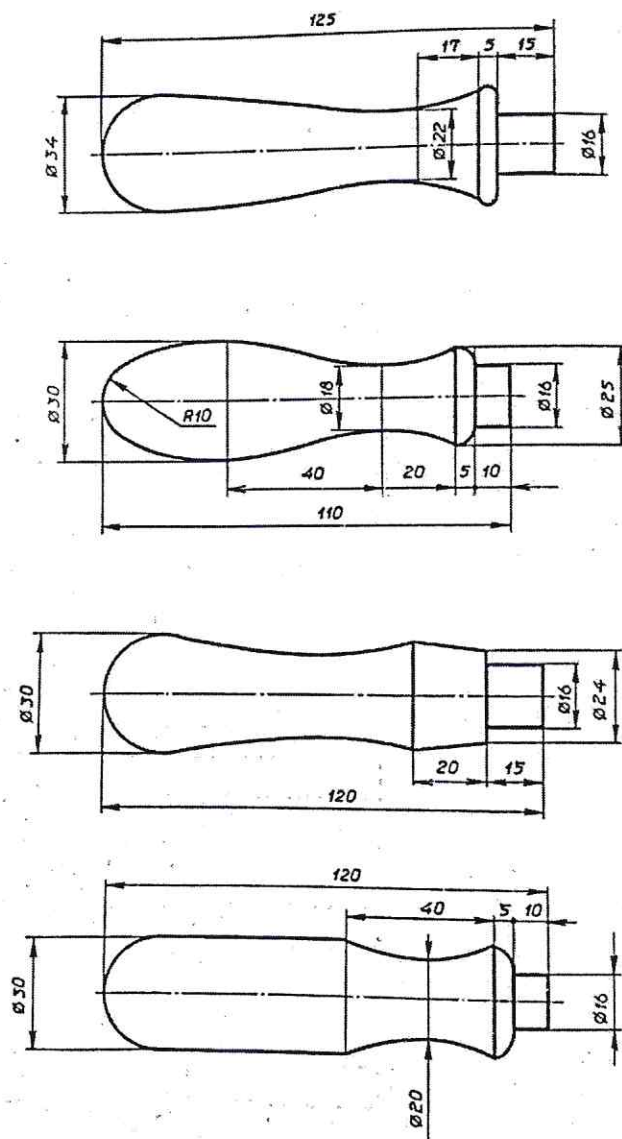

Рис. 1. Варианты исполнения ручки для инструмента
1. По указанным данным, в *М 1:1* разработайте чертёж ручки для инструмента (Рис.1). Чертёж оформляйте на формате А4, с указанием рамки и основной надписи.
2. Форму ручки выберете из представленных ниже (Рис. 1).
1. По указанным данным, в М 1:1 разработайте чертеж крючка (Рис.1). Чертеж оформляйте на формате А4, с указанием рамки и основной надписи.